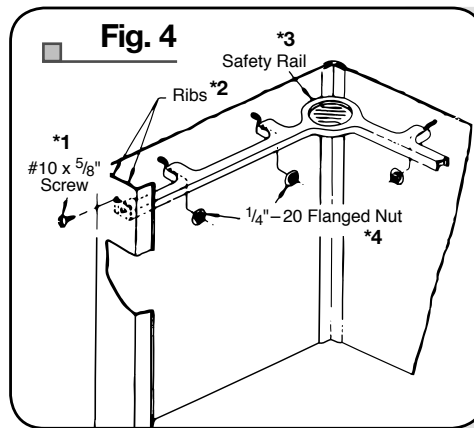

Fig. 4
4. Position Safety Rail inside cabinet so that each end is located between the two ribs on the inside of the front support extrusions. Use a #10 x 5/8" Truss Head Screw to secure both ends of the Safety Rail through the pre-punched holes in the front supports. Position side and rear mounting pods of Safety Rail onto previously installed mounting screws. Place a 1/4" – 20 Flanged Nut on each mounting screw and tighten securely using a 7/16" wrench. (Fig. 4)
4. Coloque la baranda de seguridad dentro de la cabina de manera tal que cada extremo quede en medio de las dos costillas de la parte interna de los moldeamientos de apoyo frontales. Introduzca los tornillos de cruz #10 x 5/8" en los orificios marcados en los soportes del frente para asegurar los dos extremos de la baranda de seguridad. Coloque los sostenes traseros y laterales de montaje que tiene la baranda sobre los tornillos de sujeción previamente dispuestos. Coloque una tuerca con brida de 1/4" – 20 en cada uno de los tornillos de sujeción y ajústelos usando la llave de 7/16". (Fig. 4)
4. Placez la barre dans la cabine de façon que chaque extrémité s'insère entre les 2 nervures situées à l'intérieur des extrusions de support avant. Serrez une vis à tête bombée n° 10 de 5/8 po dans le trou des supports avant de chaque extrémité de la barre. Placez les supports de montage latéraux et arrière de la barre d'appui sur les vis préinstallées. Vissez un écrou à embase n° 20 de 1/4 po sur chaque vis et serrez avec une clé de 7/16 po. (Fig. 4)